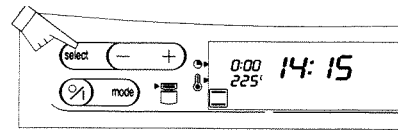

Fig. 5
4. Appuyez 1 fois sur la position  pour régler la durée de cuisson (fig. 5).